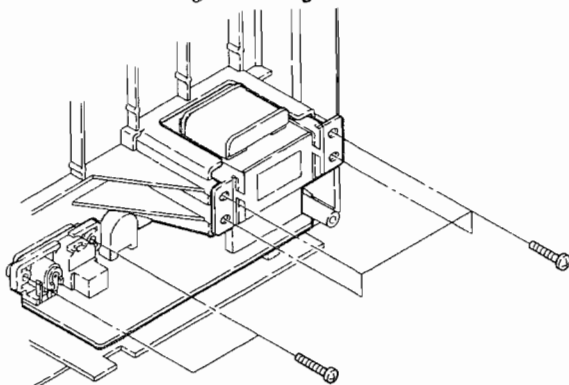

Figure 11-2
1. Remove four screws at the power transformer and two screws at the AC socket. Then detach the power P.W.B. See Fig. 11-2.
1. Die vier Schrauben des Netztransformators und die zwei Schrauben an der Netzzuleitungsbuchse entfernen. Dann kann die Spannungsversorgungsleiterplatte herausgenommen werden. Siehe Abbildung 11-2.
1. Enlever les quatre vis situées sur le transformateur d'alimentation, et les deux vis sur la douille de courant secteur. Puis détacher la plaquette de montage imprimé d'alimentation. Voir la Figure 11-2.